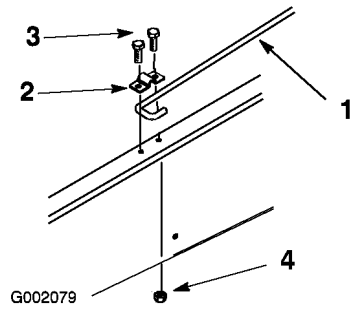

Figura 10
6. Afloje el perno que sujeta la fijación de la varilla al bastidor hasta que pueda deslizar el extremo en J de la varilla por debajo de la fijación (Figura 10).
- Apriete el perno y sujete el otro extremo de la fijación con un perno nuevo (5/16 x 3/4 pulgada) y una tuerca con arandela prensada (5/16 pulgada) (Figura 10).